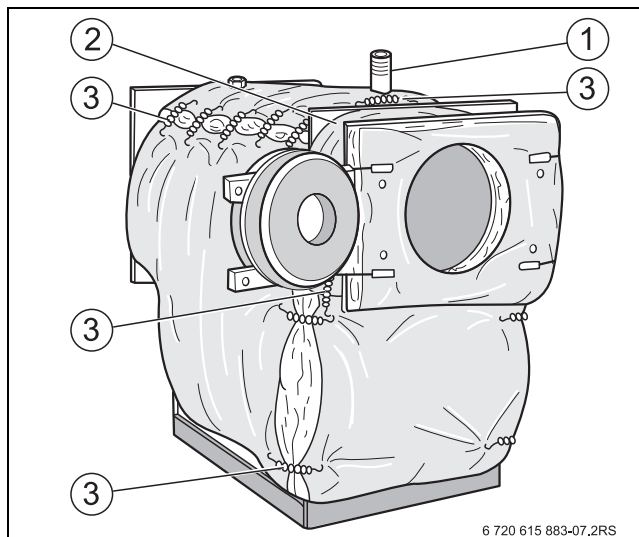

Bild 10 Wärmeschutz anbringen und befestigen
- ▶ Wärmeschutzmatte oben überlappend um den Kesselkörper legen und oben mit 5 Spannfedern [3] sichern (→ Bild 10, Seite 18).
- ▶ Einschnitt für Wassermangelsicherung [1] mit 2 Spannfedern [3] verschließen (→ Bild 10, Seite 18).
- ▶ Vorderen Wärmeschutz unten an die Kesselkörpervorderwand anlegen und jeweils mit 2 Spannfedern [3] rechts und links an der umlaufenden Wärmeschutzmatte befestigen (→ Bild 10, Seite 18).
- ▶ Wärmeschutzstreifen [2] oben um den Kesselkörperring legen und mit 2 Spannfedern [3] rechts und links am vorderen Wärmeschutz unten befestigen (→ Bild 10, Seite 18).